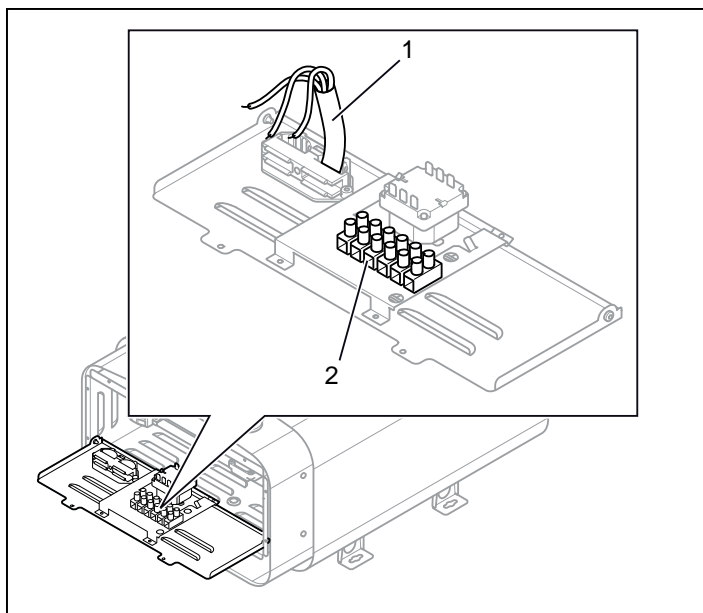

Fig 6: Kretskortet
3. Anslut elkabeln (1) i plint (2) (se Fig 6, sidan 3) enligt kopplingschema (se Avsnittet Anslutning/kopplingschema, sidan 4).